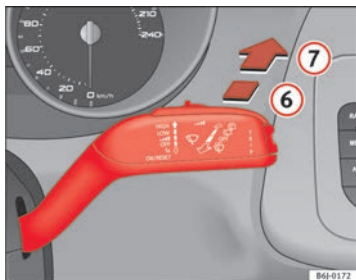

Abb. 62 Scheibenwischer- und Scheibenwaschhebel: Heckscheibenwischer
- Drücken Sie den Hebel nach vorne in Raste ⑥ ⇒ Abb. 62. Der Wischer arbeitet etwa alle 6 Sekunden.
- Drücken Sie den Hebel ganz nach vorne in die Position ⑦ ⇒ Abb. 62. Die Waschanlage und der Scheibenwischer arbeiten gleichzeitig. Solange Sie den Hebel in dieser Position halten, arbeiten der Heckwischer und die Waschanlage.